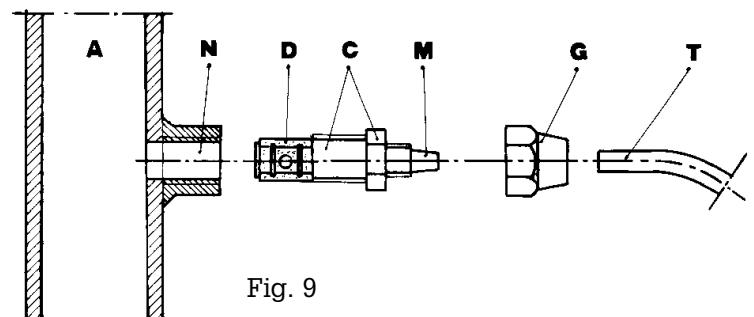

Fig. 9
- g. - Applicare sulla condotta dell'impianto da trattare, nel punto più idoneo per effettuare l'iniezione del prodotto da dosare, un raccordo da 3/8" gas femmina. Tale raccordo è escluso dalla fornitura. Avvitare la valvola di iniezione nel raccordo utilizzando come guarnizione del Teflon Fig. 9. Collegare il tubetto all'attacco conico della valvola d'iniezione e bloccarlo con l'apposita ghiera G. La valvola di iniezione è anche valvola di non ritorno.
### 3.1 - SCHEMA DI MONTAGGIO VALVOLA DI INIEZIONE Fig. 9